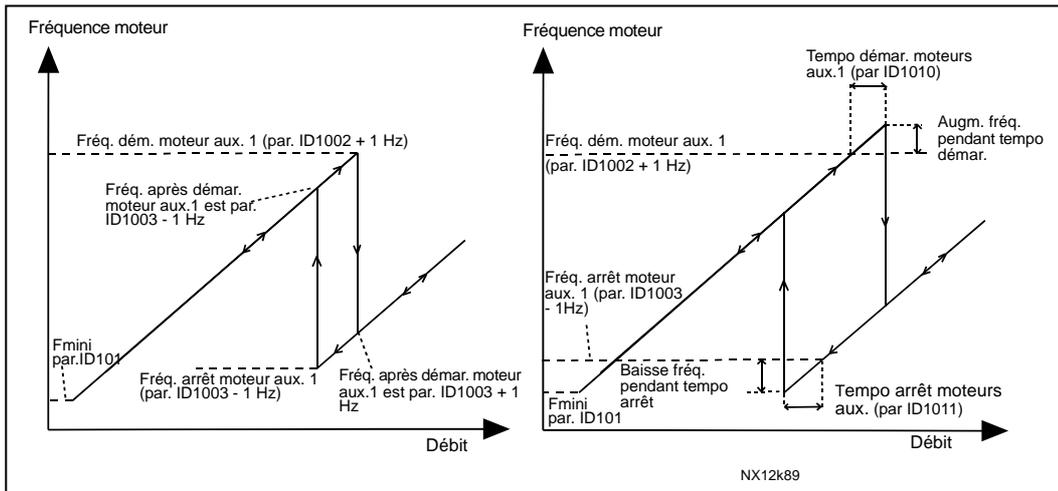

Figure 8-54. Exemple de paramétrage : Moteur à vitesse variable et un moteur auxiliaire
- La fréquence du moteur à vitesse variable doit être supérieure à la valeur limite réglée dans ces paramètres (+ 1 Hz) avant démarrage du moteur auxiliaire. Le + 1 Hz est un hystérésis pour éviter les démarrages et les arrêts intempestifs. Voir Figure 8-54. Voir également paramètres ID101 et ID102, page 133.
- La fréquence du moteur à vitesse variable doit être inférieure (- 1 Hz) à la limite réglée dans ces paramètres avant arrêt du moteur auxiliaire. La fréquence d'arrêt définit également la valeur de fréquence à laquelle le moteur à vitesse variable baisse après démarrage du moteur auxiliaire. Voir Figure 8-54.
- La fréquence du moteur à vitesse variable doit rester au-dessus de la fréquence de démarrage du moteur auxiliaire pendant la temporisation réglée dans ce paramètre avant que ce dernier ne démarre. La temporisation réglée s'applique à tous les moteurs auxiliaires. Ainsi, on prévient tout démarrage intempestif du fait d'un franchissement transitoire de la fréquence de démarrage. Voir Figure 8-54.
- La fréquence du moteur à vitesse variable doit rester sous la fréquence d'arrêt du moteur auxiliaire pendant la temporisation réglée dans ce paramètre avant que ce dernier ne s'arrête. La temporisation réglée s'applique à tous les moteurs auxiliaires. Ainsi, on prévient tout arrêt intempestif du fait d'un franchissement transitoire de la fréquence d'arrêt. Voir Figure 8-54.